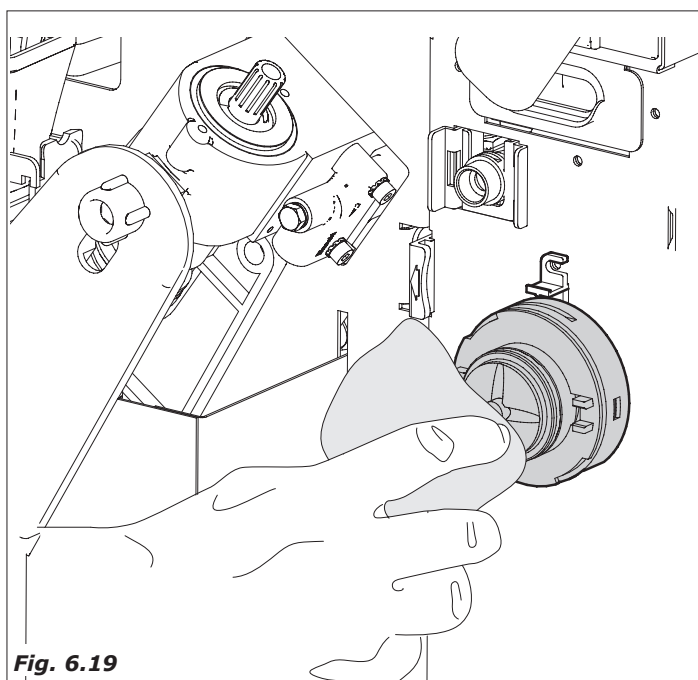

Fig. 6.19
- com um pano molhado na solução limpar também as bases dos misturadores (Fig.6.19)